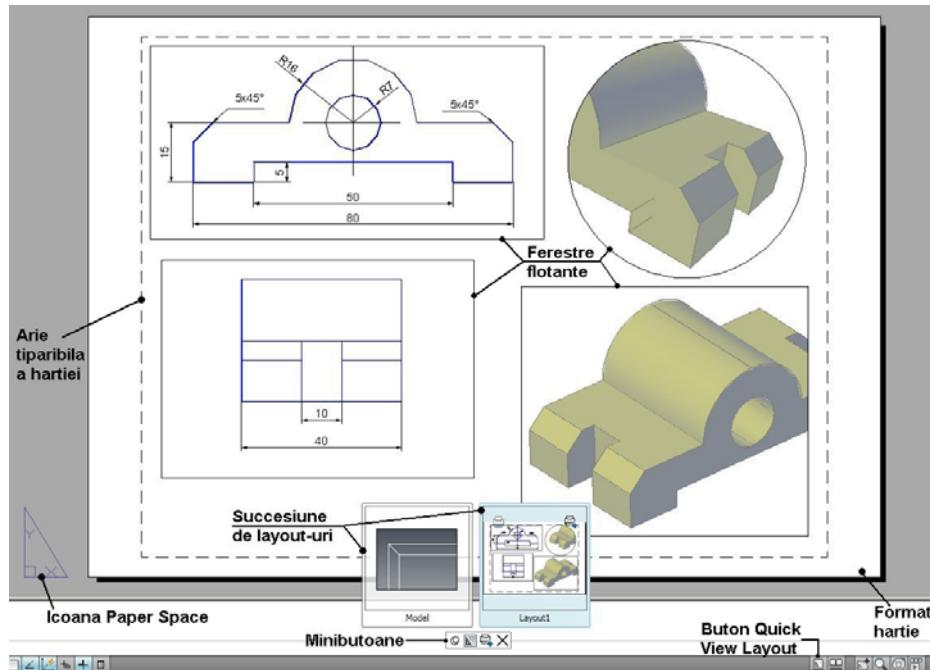

Figura 1.1.99
- Organizarea spațiului hârtie (**Paper Space**) este prezentată în figura 1.1.99.
- **Display Layout and Model tabs** - la activare succesiunea de **layout-uri** este afișată la baza zonei grafice, similar foilor de calcul dintr-un fișier Excel; la dezactivare, succesiunea se activează prin buton stânga mouse pe butonul **Quick View Layout**, figura 1.1.99;